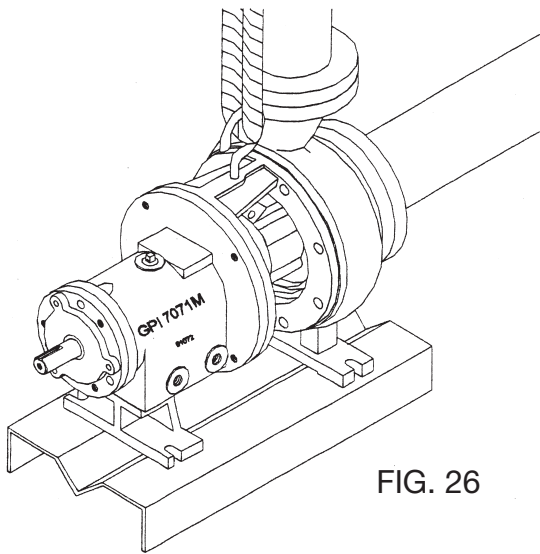

FIG. 26
1. Limpie "fits" en medio el ensamblaje rodante y la caja del impulsor (26).
2. Ponga la junta de placa de vastago (24) en el vastago.
4. Instale el ensamblaje rodante en la caja del impulsor (26). "Torque" los pernos según los valores en Tabla 6. (Fig. 26)